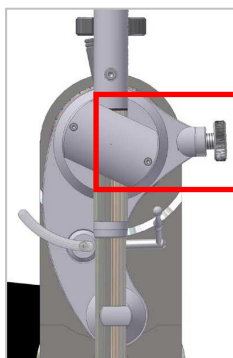

Abbildung 1
**Abb. 1 a:** Verpackungsinhalt mit VTA-Lifter (Abbildung ähnlich)